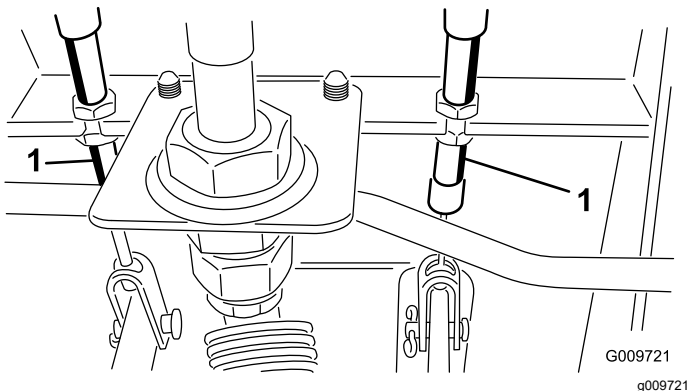

Figura 87
- A. Desaperte a porca dianteira na extremidade roscada do cabo do travão (Figura 87).